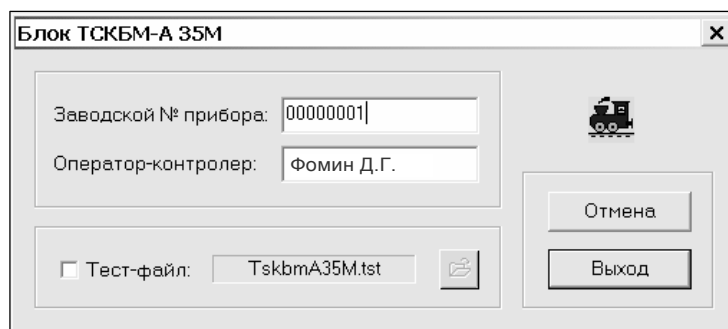

Рисунок 2.70 - Панель Настройка теста ТСКБМ-А 35М для ввода заводского номера изделия и фамилии оператора
- 1) В меню Испытания программы Board откройте пункт **ТСКБМ-А\ Настройка теста ТСКБМ-А 35М**. Должна появиться панель **Настройки ТСКБМ-А**, показанная на рисунке 2.69. Введите заводской номер изделия и фамилию оператора с использованием панели настройки (рисунок 2.70). Закройте панель настройки теста, нажав кнопку **Выход**.